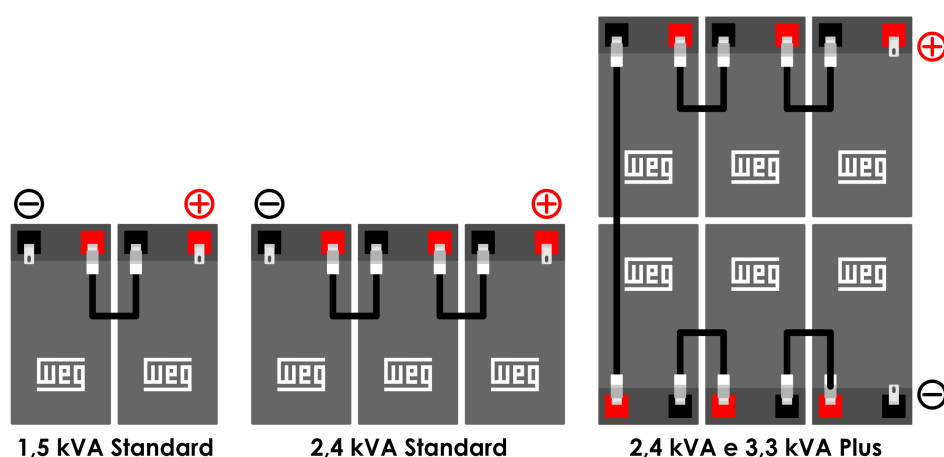

Figura 5.7: Conexão das baterias internas do Office Senoidal
- Acessar os cabos preto e vermelho da bateria. Remover o invólucro de proteção dos terminais e conectá-los à bateria, conforme Figura 5.7.